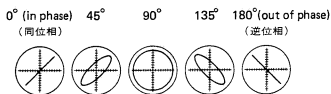

Fig. 4-7 Confirming phase relationship 位相
13). ブレイ・モードにて 315Hzと 6.3kHzを再生したとき 1CHと 4CHの位相を合わせる様にネジBを回して調整する。(図4-7 参照)